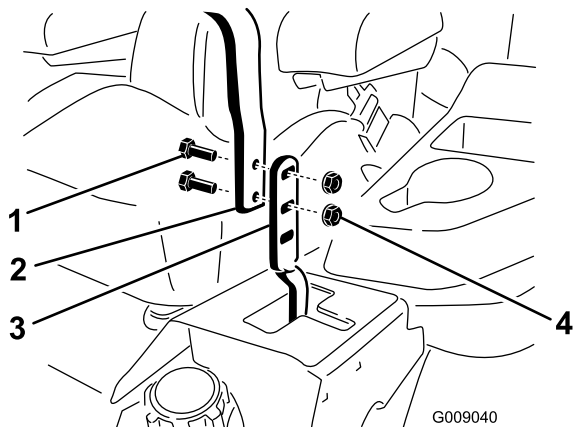

Figura 94
3. Desaperte os parafusos e as porcas flangeadas instalados nas alavancas (Figura 94).